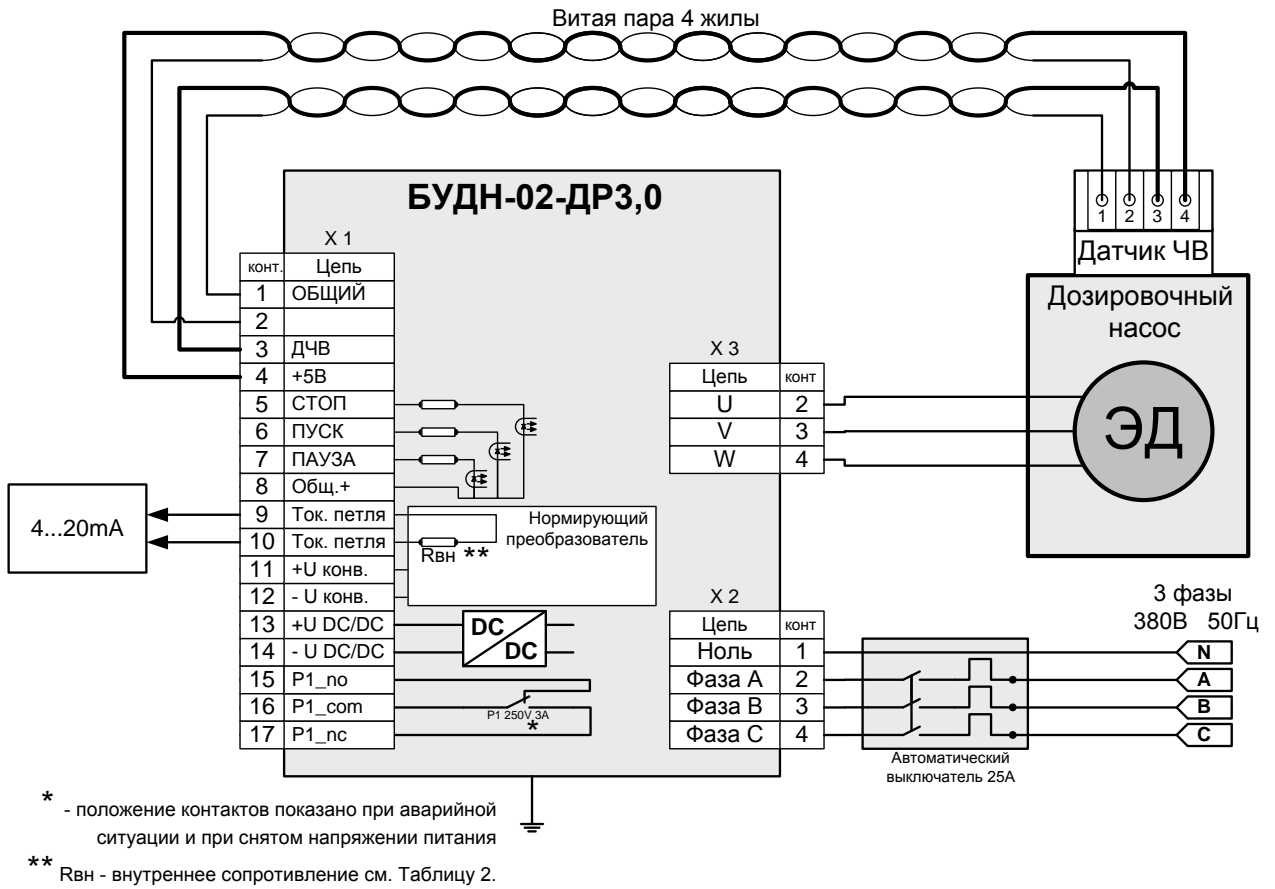
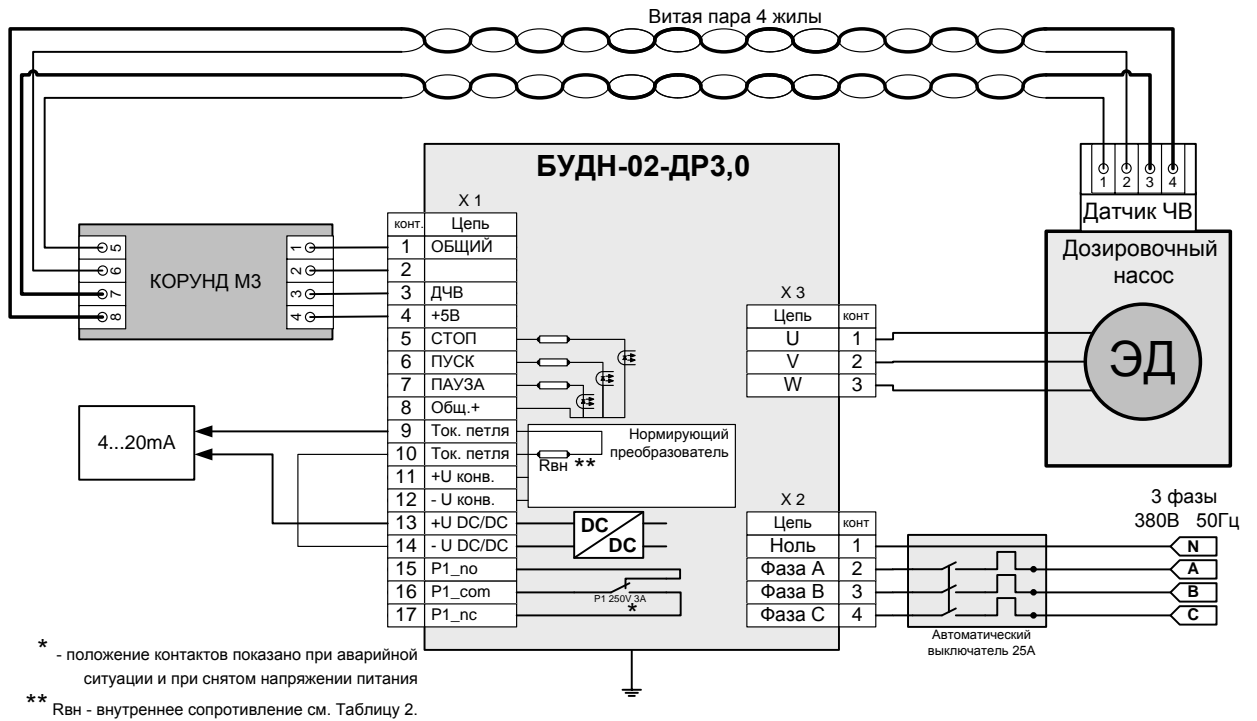

Рисунок 9 – Монтажная схема подключения блока управления БУДН-02-ДР3,0 к дозирующему насосу.
Рисунок 10 – Монтажная схема подключения блока управления БУДН-02-ДР3,0 к дозирующему насосу, находящемуся во взрывоопасной зоне.
- Токовая петля 4÷20 мА подключается к клеммам 9, 10 (рисунок 9), полярность подключения не имеет значения. Плата адаптера сигналов дистанционного управления 4÷20 мА питается от линии входного сигнала. Поэтому ток в петле должен быть не менее 4 мА. Отсутствие тока в петле интерпретируется как задание нулевой подачи и приводит к остановке агрегата. Возможно возбуждение (питание) токовой петли от встроенного в БУ DC/DC конвертера (рисунок 10).